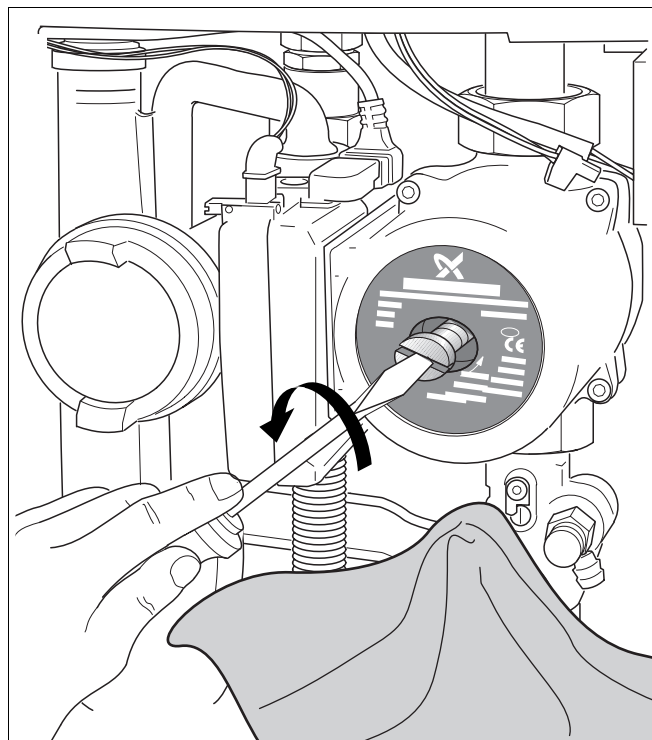

Fig. 63 Pomp ontluchten
- Ontlucht de pomp door de ontluchtingsschroef aan de voorzijde van de pomp te demonteren (→ fig. 63).